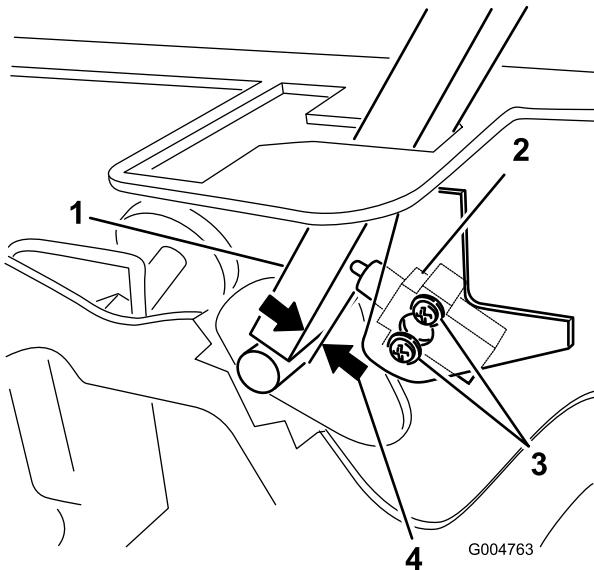

Figure 54
3. Desserrez les 2 vis de fixation du contacteur de sécurité (Figure 54).
4. Maintenez le levier de commande contre le cadre et rapprochez le contacteur du levier jusqu'à ce qu'ils soient espacés de 0,4 à 1 mm (Figure 54).